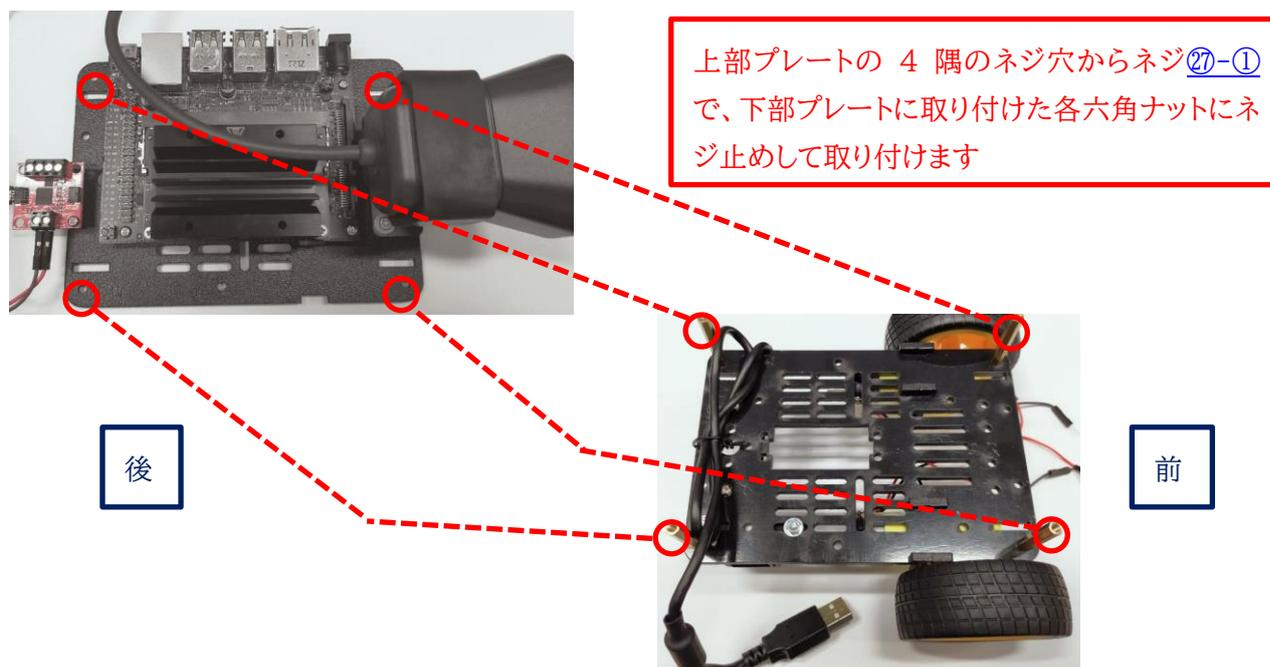

図 2-16 上部プレートと下部プレートとの取り付け
上部プレートと下部プレートにそれぞれ部品の取り付けが完了しましたら、図 2-9 で下部プレートに取り付けた六角ナットに上部プレートを接続します。上部プレートの4隅のネジ穴からネジ⑳-①でネジ止めして取り付けます。この時、上部プレートと下部プレートの前後が逆にならないように注意してください（図 2-16 参照）。